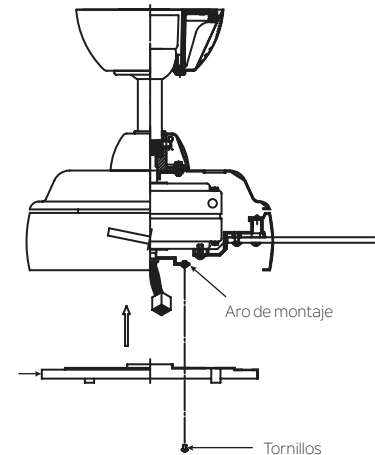

Fig. 15
**Paso 1.** Afloje los dos tornillos que están en el aro de montaje sujeto al asta del motor. "Quite" y guarde el tercer tornillo. (Fig. 15)